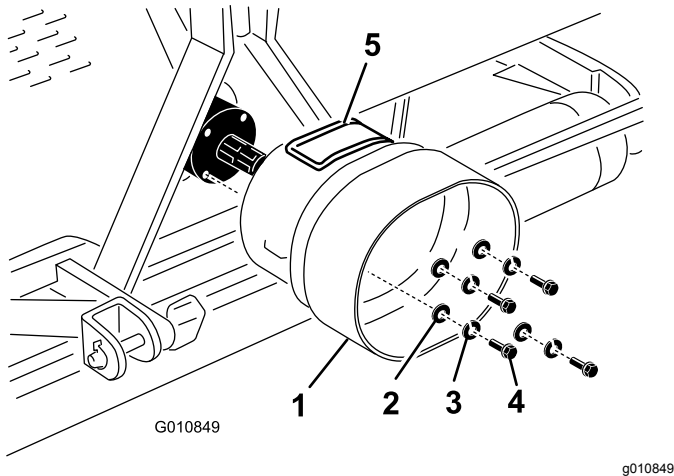

Figura 22
1. Retire los 4 pernos, las arandelas de freno y las arandelas planas que están sujetas a la parte trasera de la caja de engranajes del aireador (Figura 22).
2. Monte el protector de la TDF en la caja de engranajes del aireador con los herrajes que retiró anteriormente (Figura 22).
Alinee el panel de acceso (Figura 22) del protector de la TDF con la parte superior o el lateral, según la configuración del bastidor del aireador.
Nota: Puede abrir el panel de acceso (Figura 22) para facilitar el desmontaje y la instalación de los herrajes de montaje del árbol de la TDF.